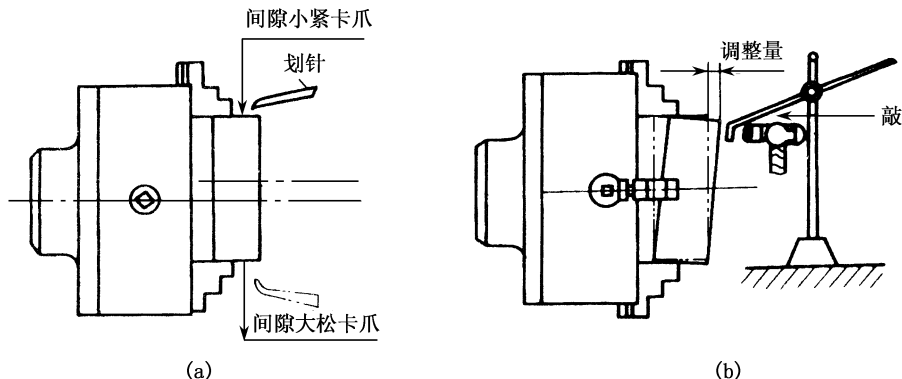

图 2-10 找正工件示意图
(1) 根据工件装夹处的尺寸调整卡爪, 使其相对两爪的距离稍大于工件直径。卡爪位置是否与中心等距, 可参考卡盘平面多圈同心圆线。
(2) 工件夹住部分不宜太长, 一般为 10 ~ 15 mm。
(3) 找正工件外圆时, 先使划针尖靠近工件外圆表面 (图 2-10 (a)), 用手转动卡盘, 观察工件表面与划针尖之间的间隙大小, 然后根据间隙大小, 调整相对卡爪位置, 其调整量为间隙差值的一半。
（4）找正工件平面时，先使划针尖靠近工件平面边缘处（图2-10（b）），用手转动卡盘观察划针与工件表面之间的间隙。调整时可用铜锤或铜棒敲正，调整量等于间隙差值。